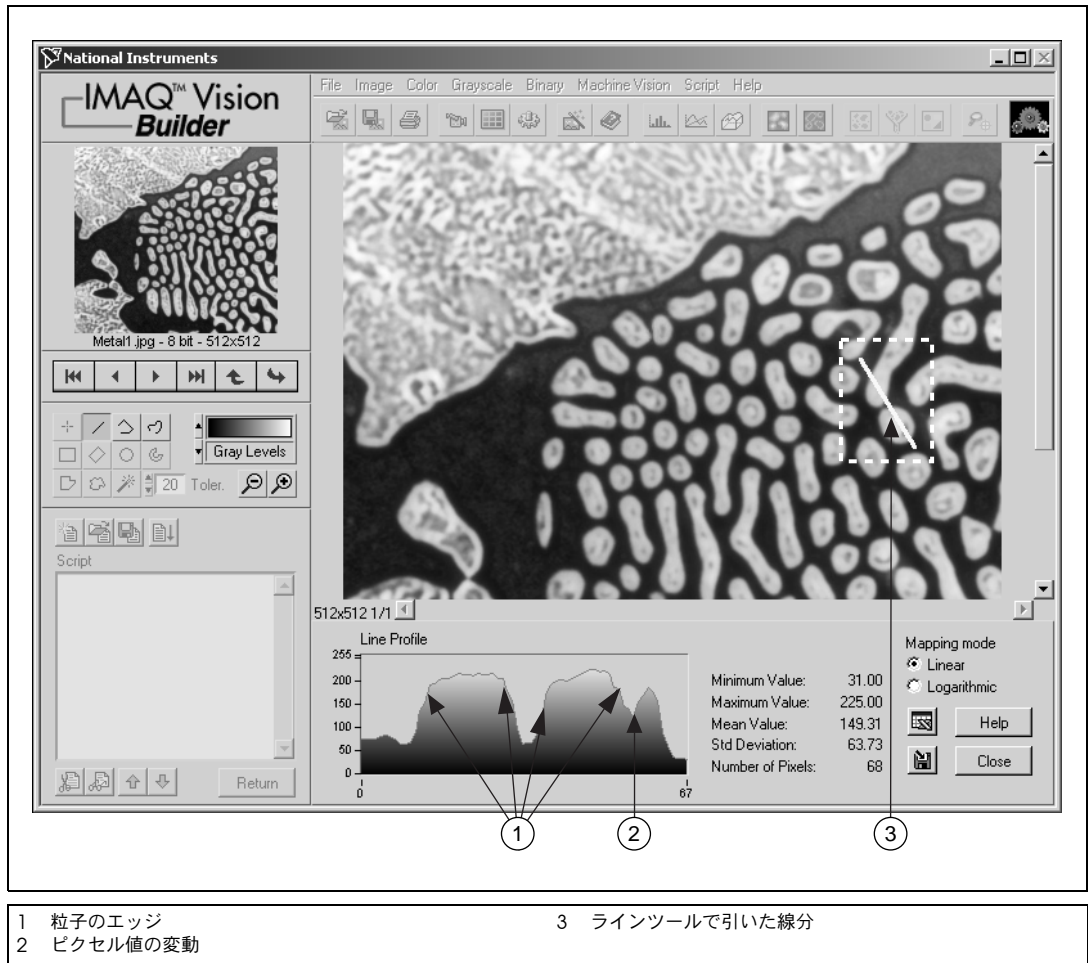

図 3-1 ラインプロファイルを使用してエッジを確認する
2. 図 3-1 のように、粒子の真中を通る短いラインを引きます。
図 3-1 の 1 は、粒子のエッジを表します。両方の粒子のエッジには傾斜があることに注目してください。エッジの正確な場所を検出する際のばらつきは、傾斜が緩やかなほど大きくなります。粒子エッジの傾斜が緩やかな画像のしきい値のレベルを変更する際、粒子の形や大きさを間違えて変えてしまうおそれがあります。「画像をフィルタ処理する」のセクションでは、粒子のエッジを定義し、傾斜をはっきり出すため、**Grayscale** → **Filters** にある Convolution-Highlight Details フィルタを使用します。